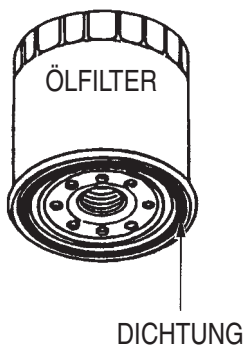

Abb. 14. Ölfilter
- Motorölfilter (Abb. 14) alle 200 Stunden ersetzen.